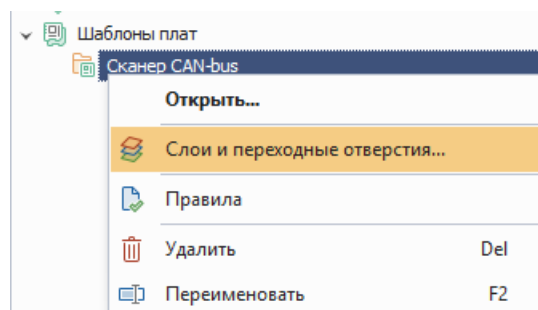

Рис. 132 Вызов редактора слоев и переходных отверстий для шаблона платы
2. Вызовите контекстное меню и выберите пункт «Слои и переходные отверстия...», Рис. 132.